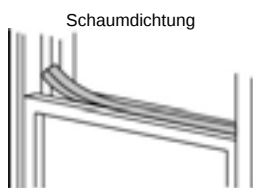

Abb. 11
5. Schneiden Sie die Schaumstoffdichtung auf eine geeignete Länge und dichten Sie den offenen Spalt zwischen dem oberen Fensterflügel und dem Außenfensterflügel. Wie in Abb. 11. gezeigt wird.